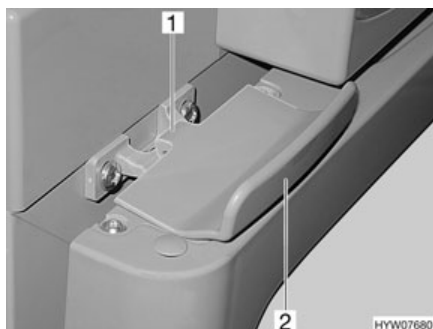

Fig. 225 Dispositif de verrouillage de la porte du réfrigérateur, fermé (Thetford)
- Ouvrir la porte du réfrigérateur sur la poignée (Fig. 225,2). Le verrouillage (Fig. 225,1) sera débloqué automatiquement.